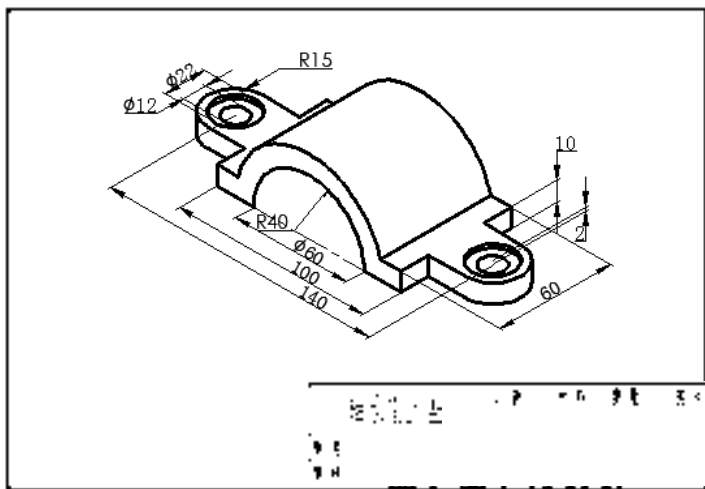

图 12.2.1 轴承座上盖
下面以图 12.2.1 所示的轴承座上盖为例，介绍绘制轴测图的一般操作步骤。
(2) 参照步骤 (1) 的操作, 选取顶轴测面上与 X 轴平行的尺寸 60、 $\phi 22$ 、 $\phi 12$, 将倾斜角度值设置为 -30 ; 选取左轴测面上与 Z 轴平行的尺寸 10、2 为编辑对象, 将倾斜角度值设置为 30。最终结果如图 12.2.1 所示。